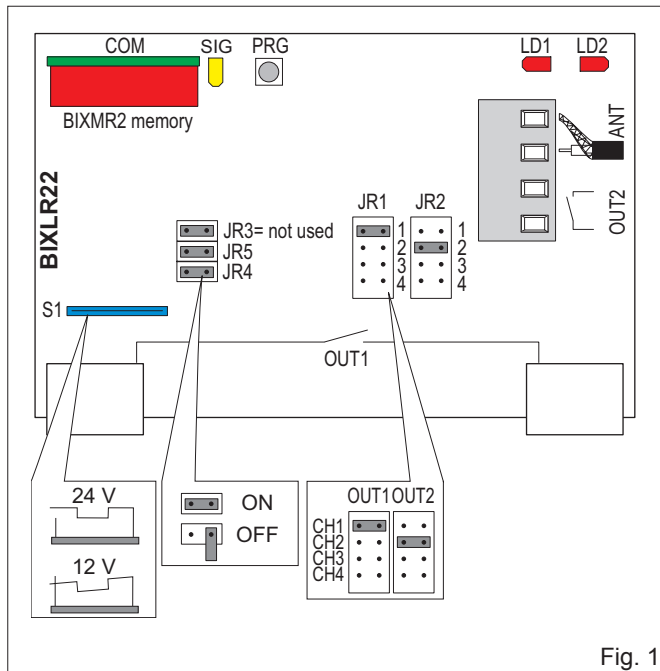

Fig. 1
2. RECEPTEUR (fig. 1)
3. SELECTION CANAUX-SORTIES (fig.1)
2. EMPFÄNGER (Abb. 1)
3. KANALAUSWAHL (Abb.1)